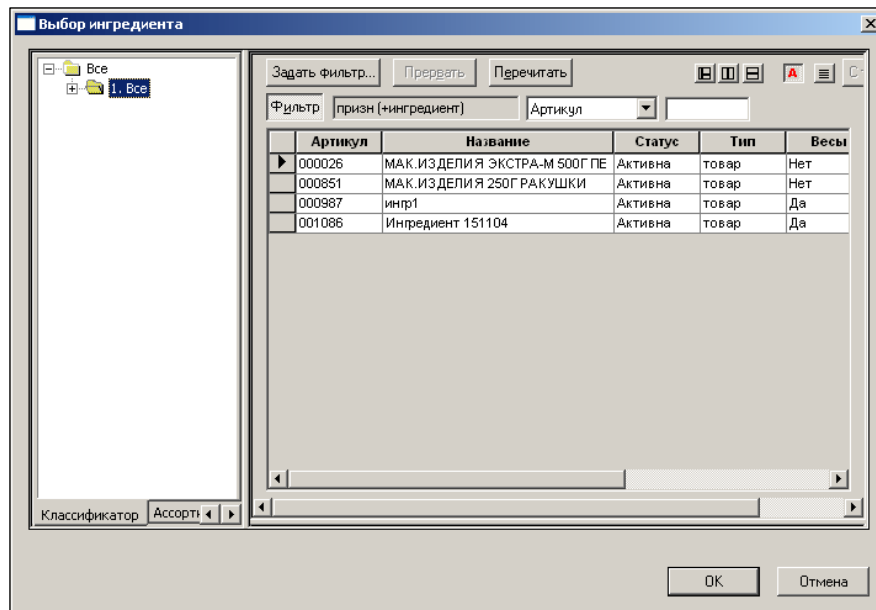

Рисунок 93 – Выбор ингредиента
- в окне **Выбор ингредиента** (Рисунок 93) из списка артикулов ингредиентов выбрать артикул ингредиента и нажать клавишу **ОК**. При выборе ингредиента можно воспользоваться классификатором товаров, отображаемым в левой части окна: